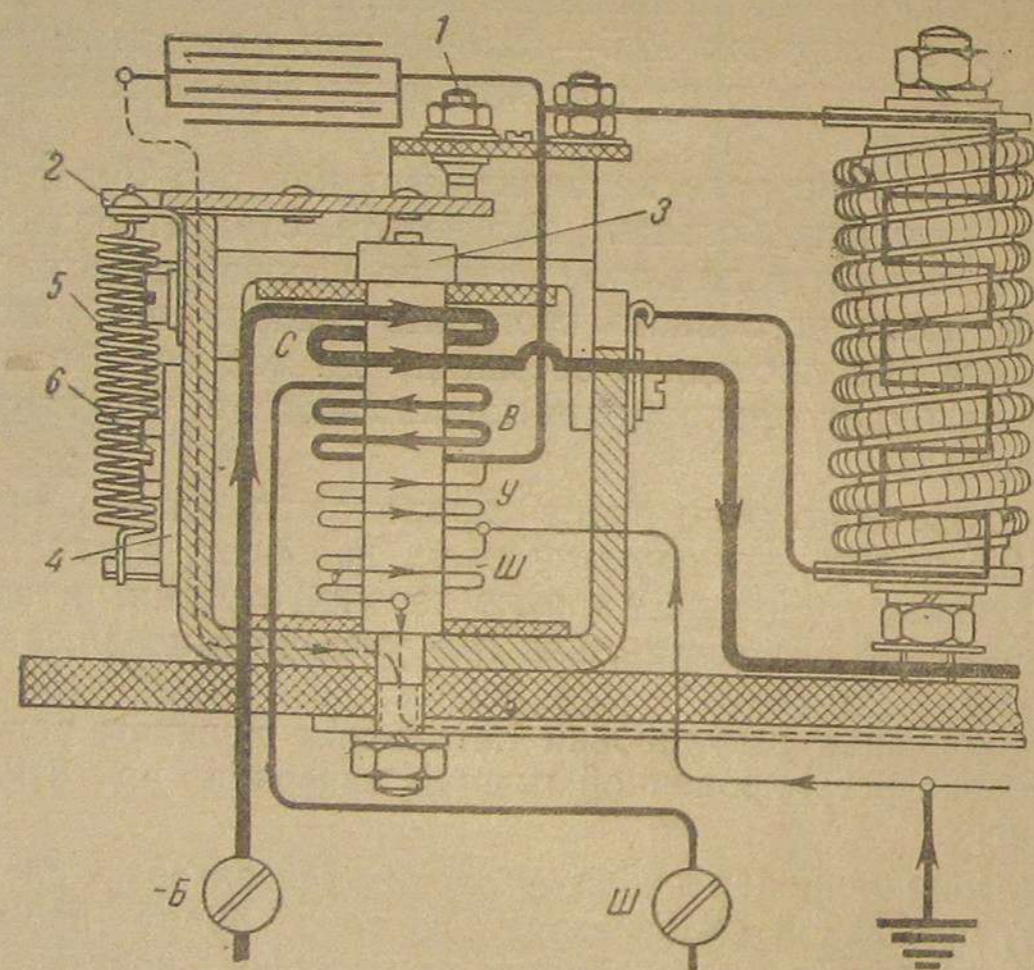

Рис. 42. Конструктивная схема регулятора напряжения
Зазор между якорем и сердечником регулятора устанавливается обычно заранее посредством соответствующего подвинчивания винта 1 (рис. 42) и нормально должен быть в пределах 1,8—2 мм.
5) измерить щупом зазор между якорем 2 (см. рис. 42) и сердечником 3 регулятора напряжения и, отпустив контргайку регулировочного винта 1, подвернуть этот винт так, чтобы расстояние между железом и сердечником было в пределах 1,8—2 мм (включая сюда и высоту диамагнитного упора на сердечнике регулятора); после установки зазора закрепить винт 1 контргайкой;